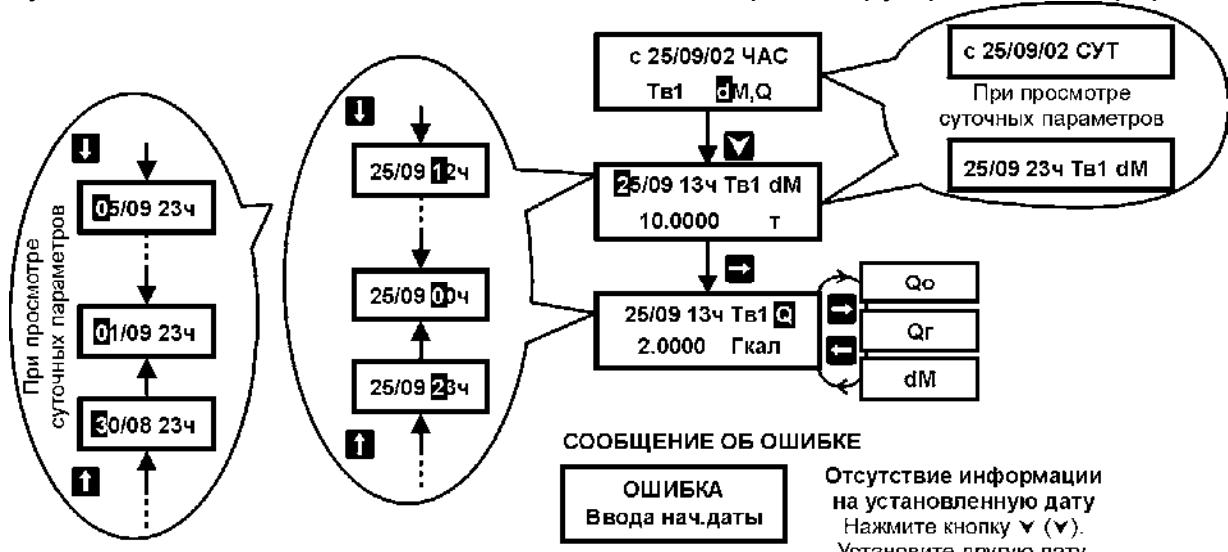
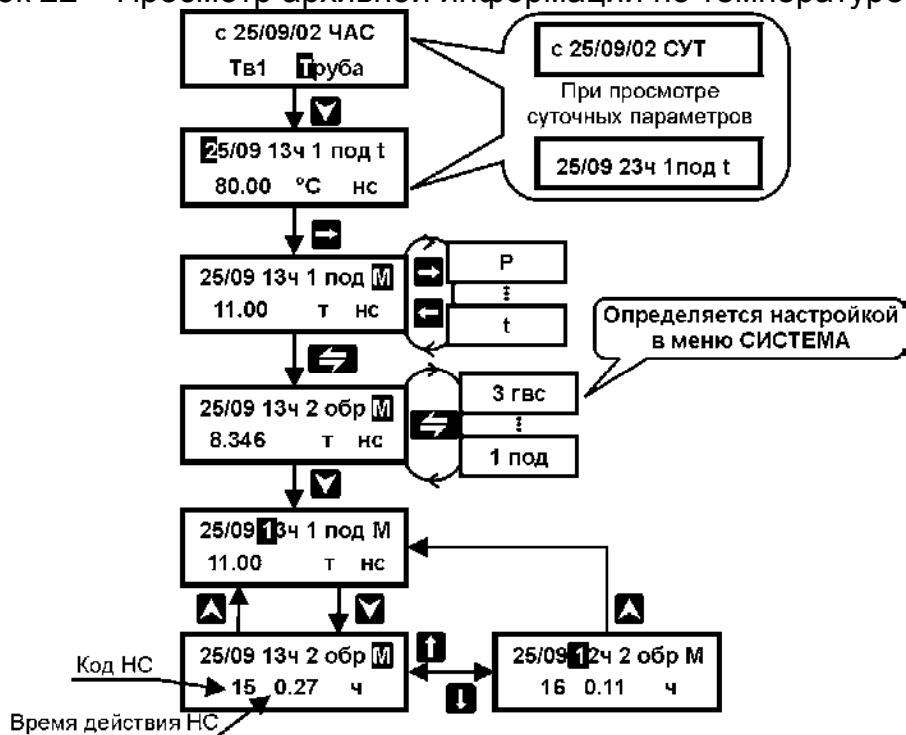

Рисунок 20 – Просмотр архивной информации по тепловому вводу
Рисунок 23 – Просмотр архивной информации по кодам и времени действия НС
В архиве прибора регистрируются коды НС по каждому измеряемому параметру теплоносителя и по дополнительным температурам, а также время их действия. Так как в течение интервала усреднения (час, сутки) могут быть зарегистрированы несколько кодов, то факт их наличия отображается в правом нижнем углу дисплея буквами «**НС**». При необходимости коды и время их действия за интервал усреднения могут быть просмотрены пользователем прибора. Просмотр информации по НС возможен только по каждому трубопроводу раздельно (см. рисунок 23).
Суточный архив содержит дополнительную информацию о количестве часов в конкретных сутках, когда прибором производились вычисления параметров теплоносителя и тепловой энергии (см. рисунок 20). Количество часов может быть не равно 24 (23 по дисплею) в случае работы прибора неполные сутки (дата сброса и текущие сутки).
3. Войдя нажатием кнопки в меню 3-его уровня (рисунок 20, 21 или 22), последовательным нажатием кнопок , , и при необходимости (рисунок 23) просмотреть требуемую информацию;